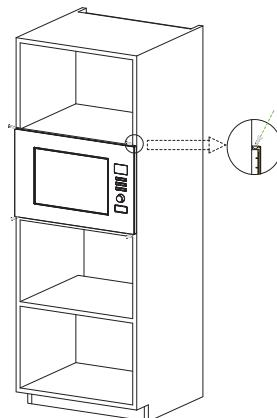

Fig. 2
- b) Utilize os parafusos da embalagem de peças para fixar o forno micro-ondas no armário. (Fig.2)